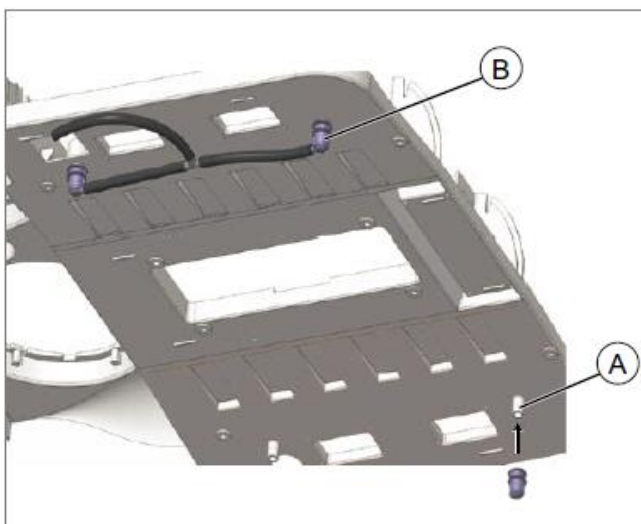

Рис. 19: Подсоединение шланга слива конденсата
- ▶ Установить уголки на штуцера слива конденсата накрышного блока. Установка уголков слива конденсата производится из салона ТС. Рис. 19, позиция «А».